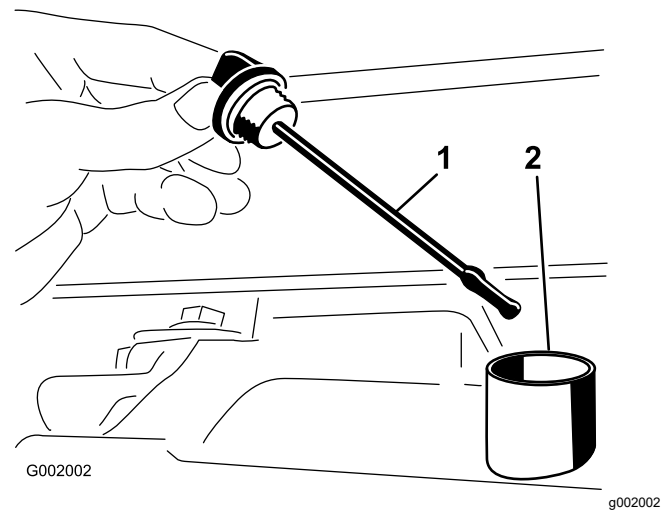

Figura 54
2. Retire la varilla del transeje y límpiela con un paño limpio (Figura 54).